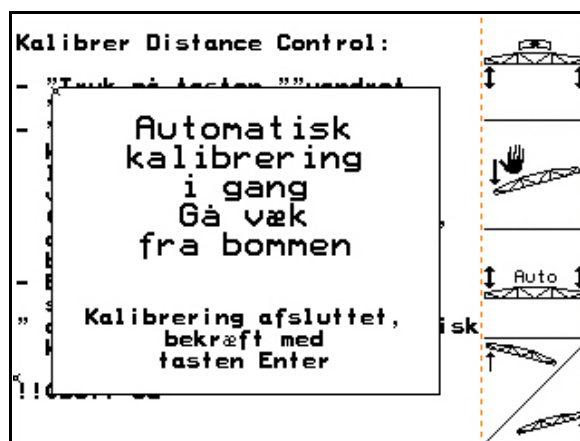

Fig. 20
- Når den automatiske kalibrering er afsluttet, vises dette på computeren (Fig. 20).